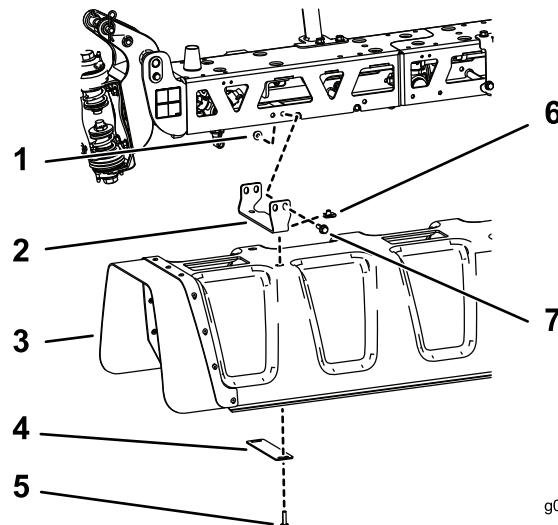

Figura 9
1. Instale la cubierta central en el soporte usando 8 tuercas de chapa, 4 chapas-arandela y 8 pernos de cabeza hexagonal (5/16" x 1 1/4"), según se muestra en Figura 9.
2. Instale los 4 soportes del brazo central y las placas de montaje en el brazo central usando 4 pernos de cabeza hexagonal (3/8" x 1 1/4") y 4 tuercas con arandela prensada (3/8"), según se muestra en Figura 9.